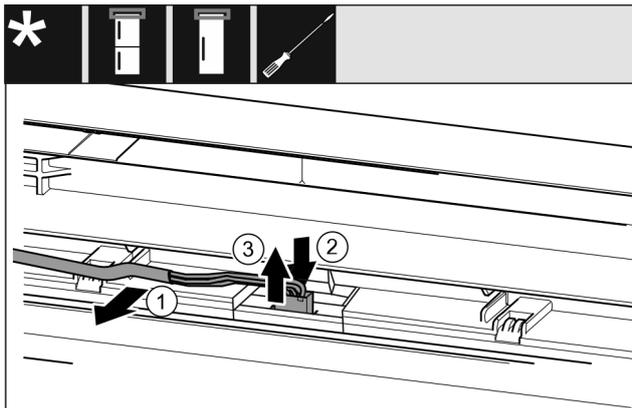

Fig. 22 制冷/冷冻组合/冰柜/冰箱\*
- ▶ 将电缆 Fig. 22 (1)小心地从门内的导向装置上松开。\*
- ▶ 向后按住插头后方的接片 Fig. 22 (2)。\*
- ▶ 小心地向上拉出插头 Fig. 22 (3)。\*